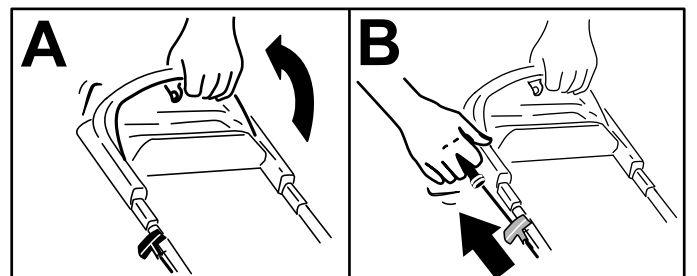

Figura 12
1. Sujete la barra de control de las cuchillas contra el manillar (Figura 12, A).
2. Tire suavemente del arrancador de retroceso hasta que note resistencia, luego tire con fuerza y deje que vuelva lentamente a la guía de cuerda del manillar (Figura 12, B)..